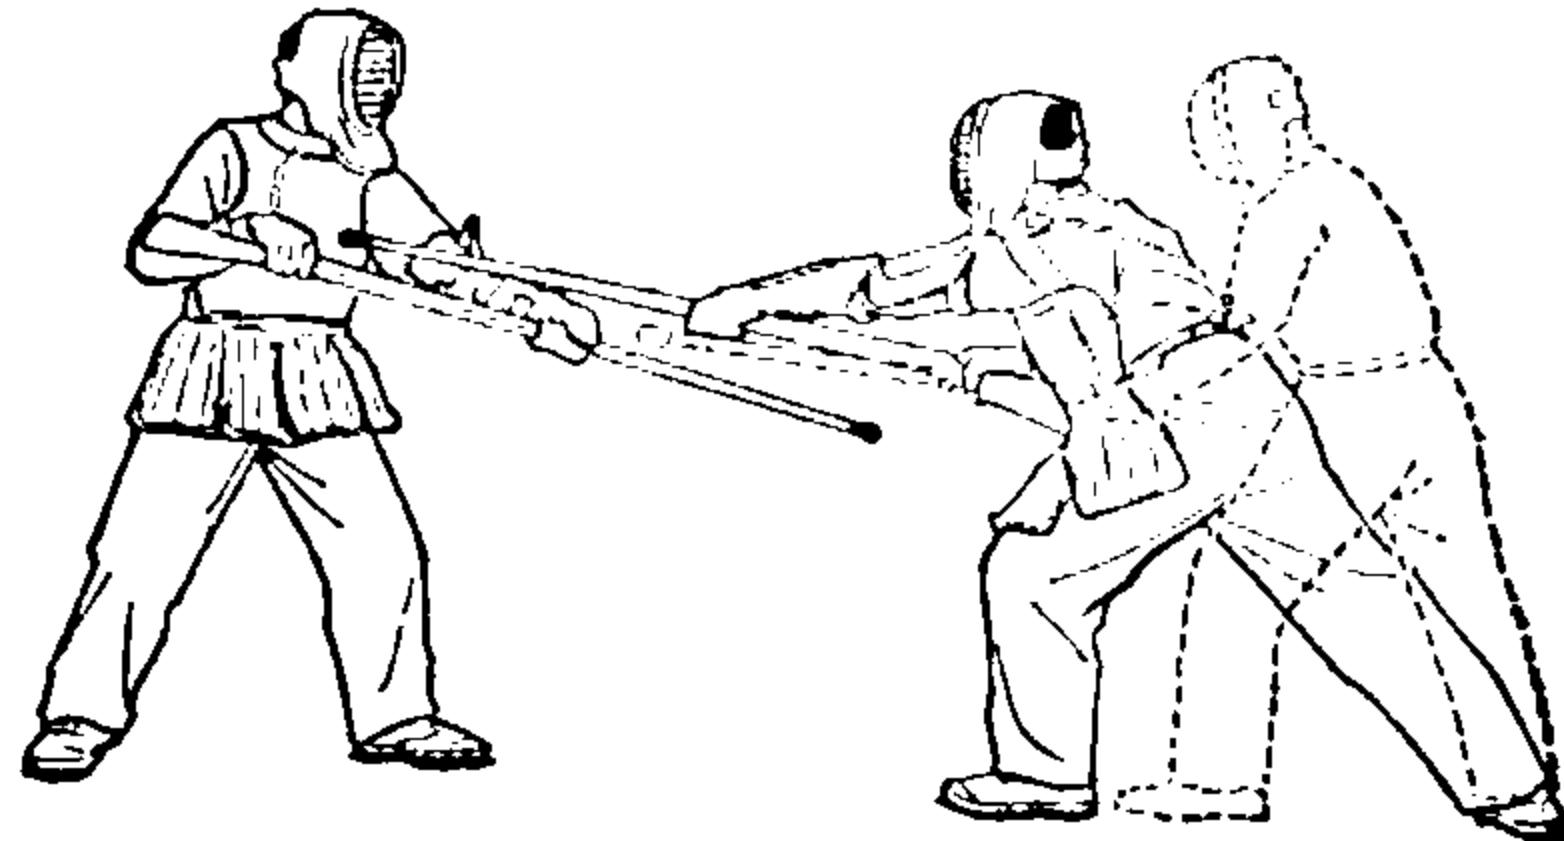

图20 骗下刺上动作
**骗下刺上** 进攻者将“枪刺”向对方腹部虚刺（距对方左手前下方约10厘米），趁对方防下时，立即转枪取捷径刺上（图20）。